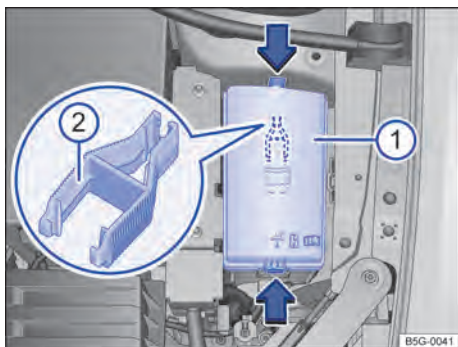

Fig. 133 No compartimento do motor: cobertura ① da caixa de fusíveis com pinça de plástico ②.
- Pressionar as travas no sentido da seta → Fig. 133 ①, para destravar a cobertura da caixa de fusíveis.
No lado interno da cobertura da caixa de fusíveis no compartimento do motor pode haver uma pinça de plástico → Fig. 133 ② para a retirada dos fusíveis.